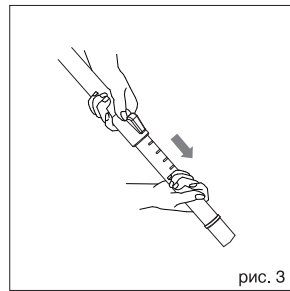

рис. 3
- Выдвиньте нижнюю часть телескопической трубки на необходимую длину, предварительно нажав на фиксатор (15) (рис. 3).